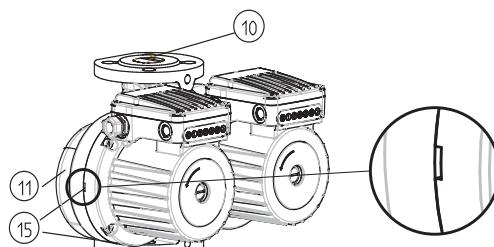

fig. 3
- GHND (basic, auto), GHNMD (basic, auto) – le pompe dispongono di un telaio idraulico doppio (fig. 3 – POS. 11), nel quale è montata una botola ribaltabile (fig.3 – POS.10) che gira autonomamente in base al flusso dei fluidi di una o dell'altra pompa.